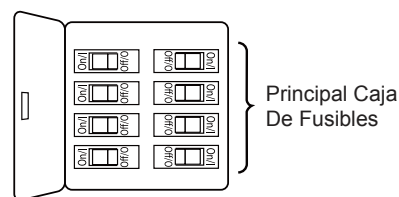

Figura 1
1. Extraiga la pieza de la bola colgante de la unidad de la bola colgante / varilla aflojando el tornillo de presión de la bola colgante hasta que la bola se libere de la varilla. Retire el pasador del barral y luego extraiga la semiesfera. Conserve el pasador y la semiesfera para su reinstalación en el paso 6. (Figura 1)
Para evitar una posible descarga eléctrica, asegúrese de cortar la alimentación eléctrica de la caja de fusibles principal antes de colgar el ventilador. (Figura 1)